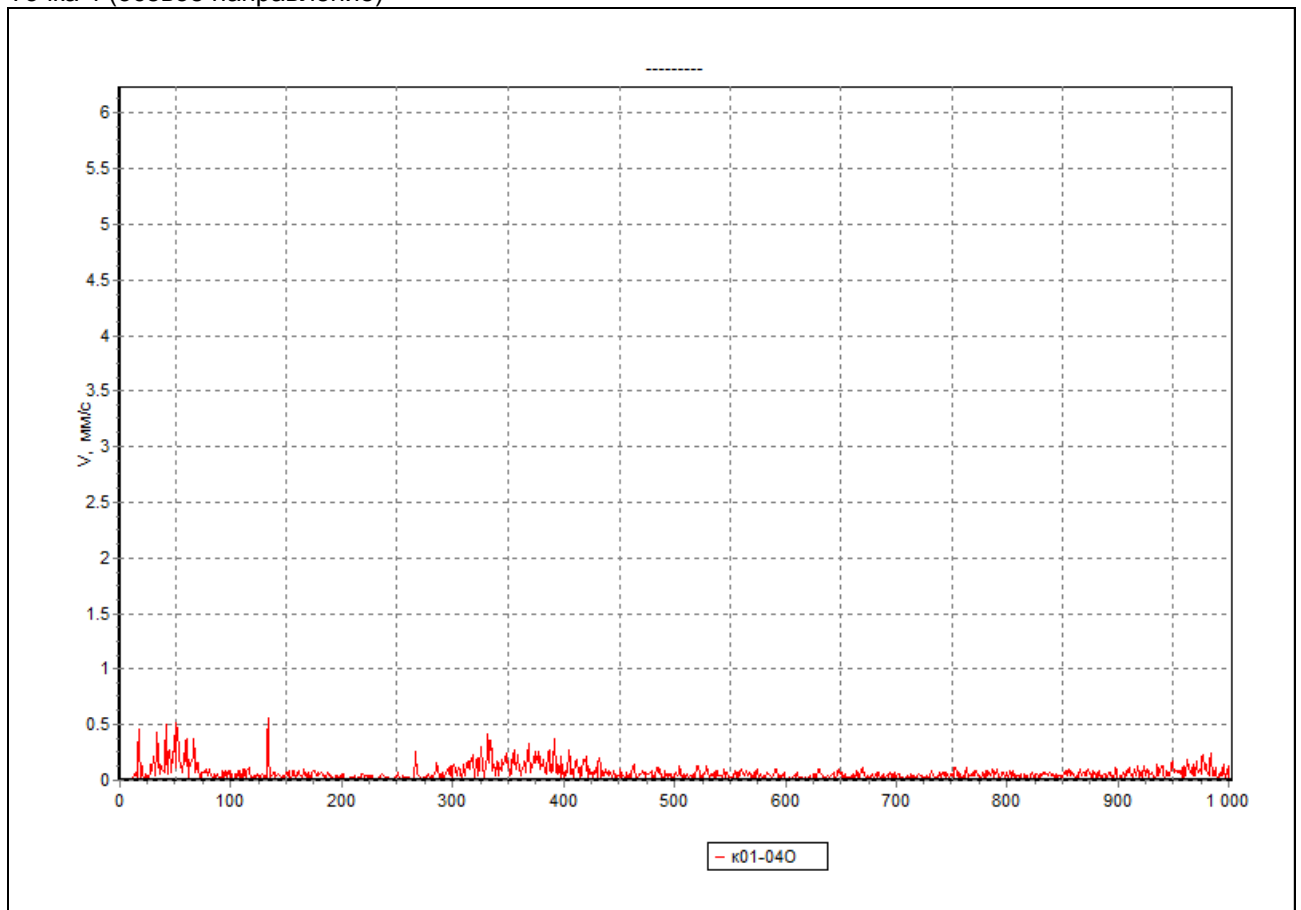

Рис.1
2. Устранить ослабление крепления двигателя (Приложение №2 Рис. 1)